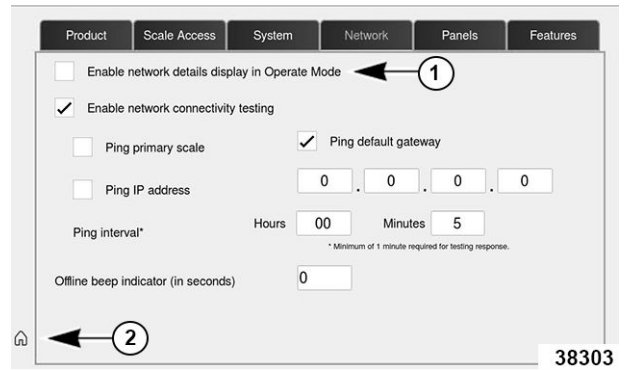

Fig. 233
7. Marque la casilla para activar la función (1, fig. 233).
8. Toque el icono de **inicio** para volver a la pantalla de inicio (2, Fig. 233).